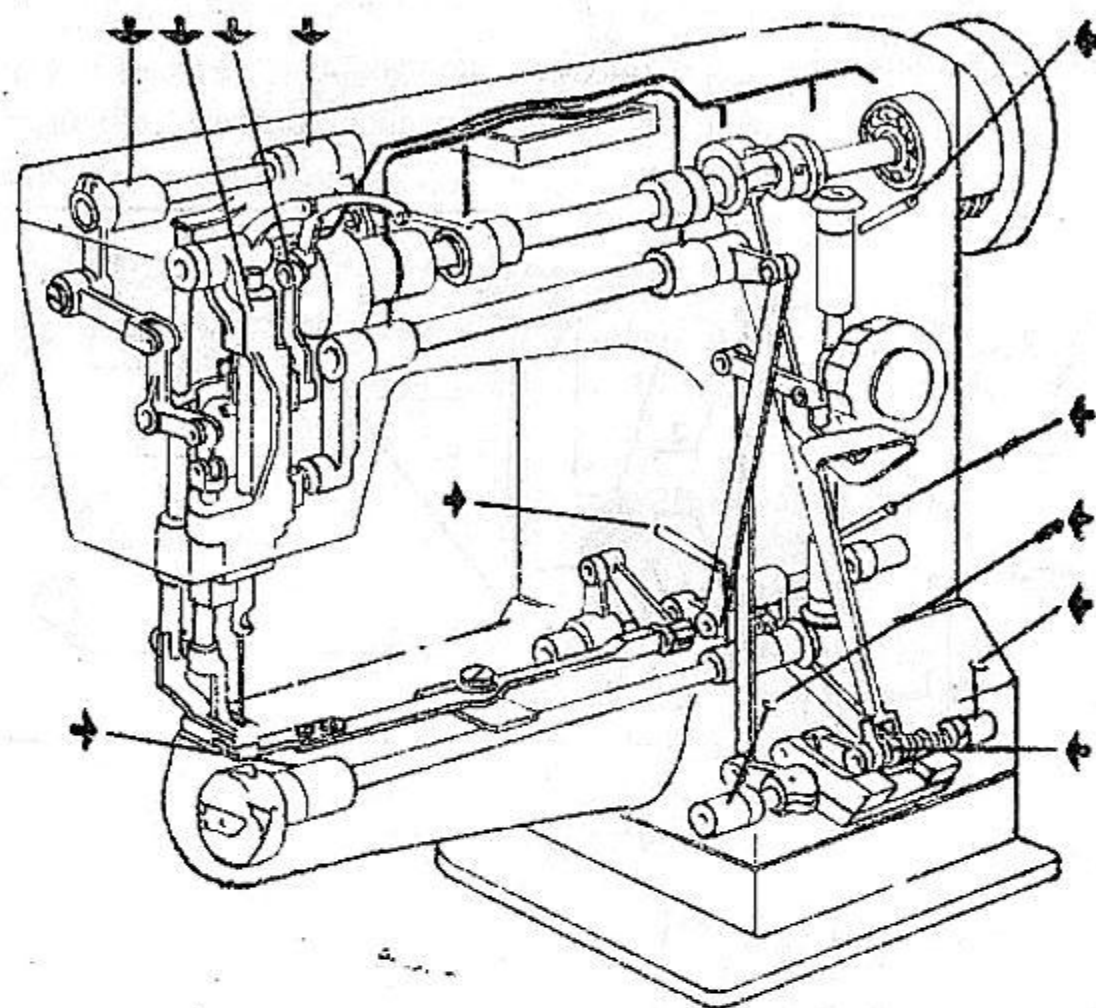

Рис. 14
6.11. Смазка машины (рис. 14)
После проверки правильности установки винт нужно плотно закрепить отверткой (рис. 14);